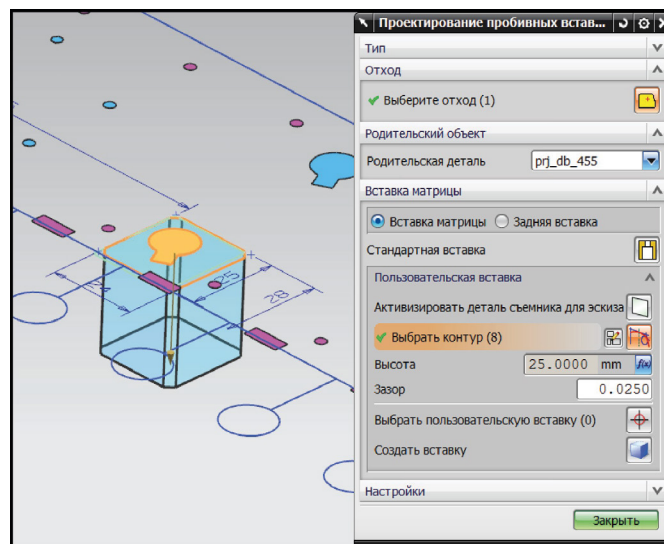

Рис. 8.12. Вид проектируемой матрицы
20. В рабочем окне будет отображена форма будущей матрицы (рис. 8.12).